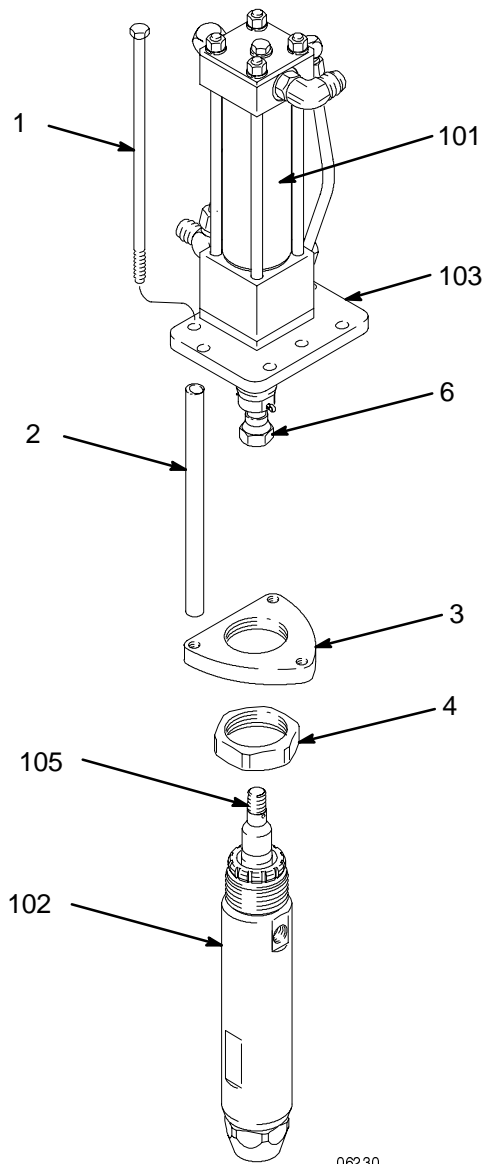

Fig. 3
1. Serrer l'écrou de fixation (4) manuellement sur le bas de pompe (102).
2. Mettre l'embase inférieure (3) au-dessus de l'écrou (4). Serrer l'écrou sur l'embase inférieure. Serrer à un couple de 190-203 N.m.
3. Une personne doit soutenir le bas de pompe pendant que l'autre le raccorde au moteur (voir la rubrique **ATTENTION** ci-dessus). Utiliser deux clés à molettes, l'une pour empêcher le coupleur (6) de tourner et l'autre pour fixer solidement la bielle (105). Voir Fig. 3.
4. Fixer le bas de pompe sur le moteur hydraulique en faisant passer les trois tiges filetées (1) à travers l'embase supérieure (103), les tirants (2) et l'embase inférieure (3). Serrer à un couple de 27-40 N.m.